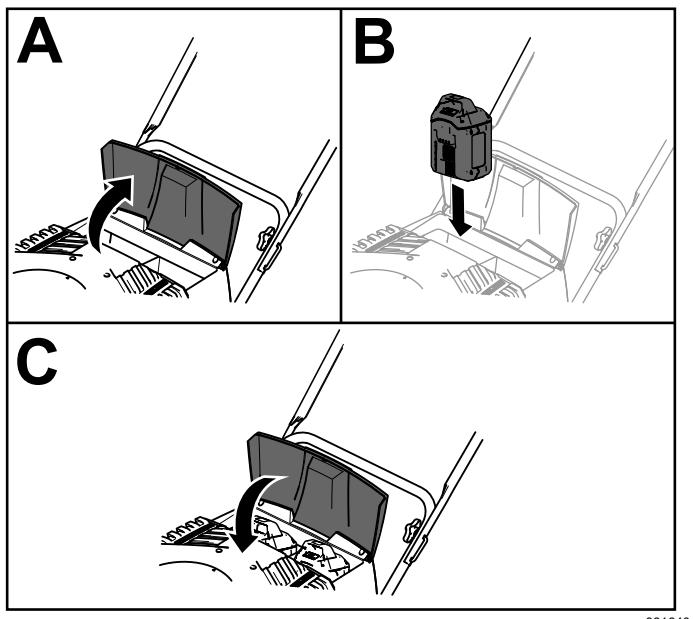

Figura 6
2. Levante la tapa del compartimento de la batería (Figura 6, A).
3. Alinee el hueco de la batería con la lengüeta de la máquina, e introduzca la batería en el compartimento hasta que se enganche en su lugar (Figura 6, B).
4. Cierre la tapa del compartimento de la batería (Figura 6, C).